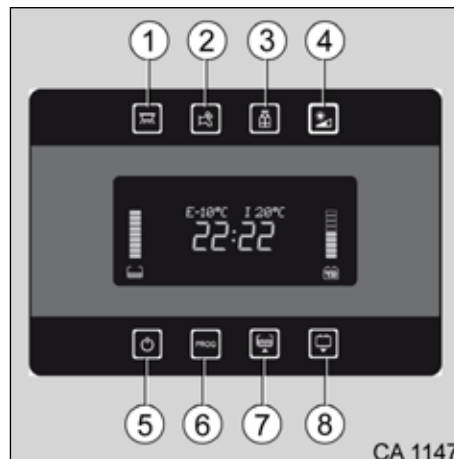

Fig. 88 Panneau de contrôle
L'interrupteur principal 12 V (touche Fig. 88, pos. 5) sur le panneau de contrôle active et désactive l'alimentation 12 V de l'espace séjour.
En appuyant sur la touche (Fig. 88, pos. 7) sur le panneau de contrôle, on peut consulter le niveau de remplissage des réservoirs d'eau fraîche et des eaux usées.